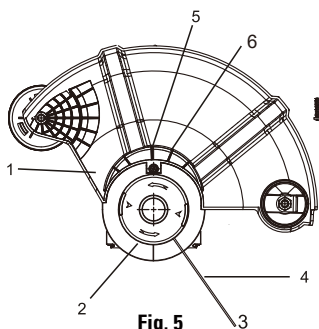

Fig. 5
1. Placez l'outil sur le dos sur une surface de travail propre (Fig. 5).
2. Faites glisser le protecteur dans la direction indiquée par la flèche (2).